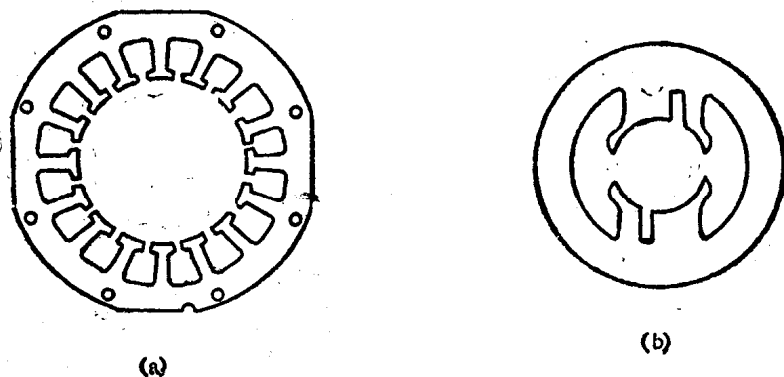

图 1-11 定子铁芯片
(1) 定子铁芯由0.35~0.5mm厚的硅钢片冲制、叠压后铆合(或焊接)而成。内圆冲有定子槽，供安放定子绕组用。定子铁芯片如图1-11所示。其中(a)为电容式电机的定子铁芯，(b)为罩极式电机的定子铁芯。国产台扇电机定子槽多为8槽和16槽，吊扇电机多为28、32和36槽。